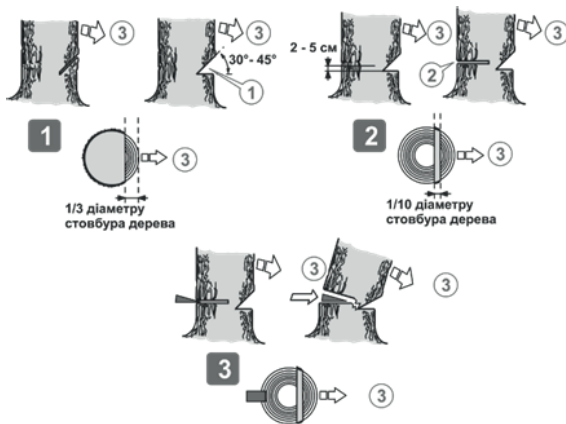

Рисунок 10. Послідовність різання під час валки дерева.
4. Запустити двигун. Пиляти дерево з того боку (3, рис. 10), куди воно має впасти (рис. 10). Під час пиляння не робити рухи тілом вперед-назад.
5. Виконати клиноподібний розпил (1, рис. 10) під кутом $30\text{--}45^\circ$, глибина якого приблизно дорівнює $1/3$ від товщини стовбура.
6. Виконати валочний розпил (2, рис. 10) із протилежного боку від клиноподібного розпили, на $2,5\text{--}5$ см вище нижнього краю клиноподібного розпили. Зупинити валочне розпилювання, коли до внутрішнього краю клиноподібного розпили залишиться приблизно $1/10$ діаметра стовбура.